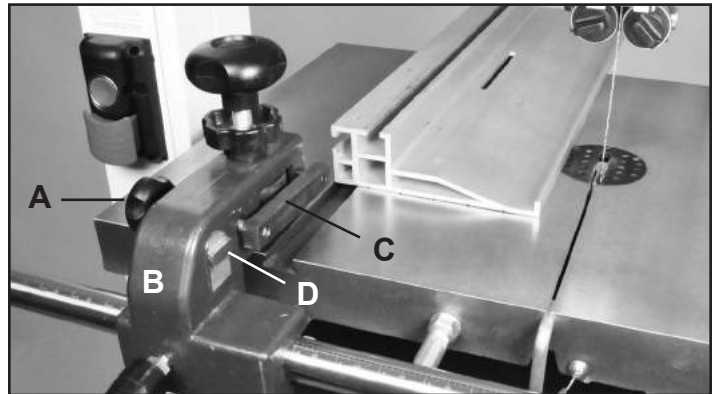

FIGURE 35
1. Desserrer la poignée latérale (#7F, Fig. 35, A) qui retient le guide à refendre contre le porte-guide (#9F, B).
2. Glissez le guide vers l'avant pour l'enlever de la cale de glissement du porte-guide (#11F, Fig. 35, C).